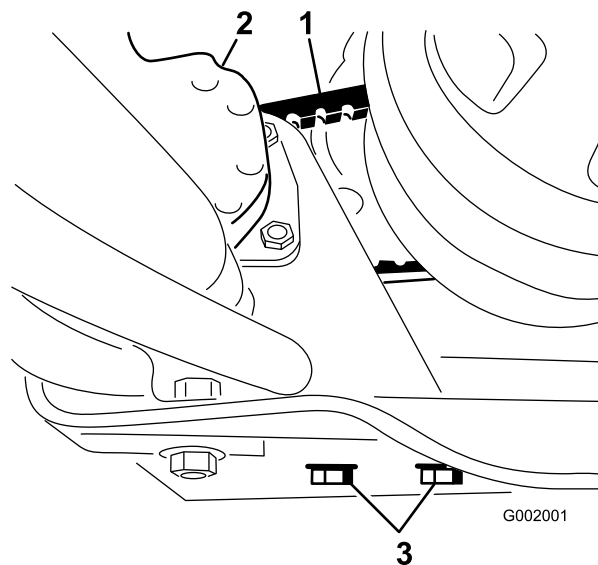

Figura 67
2. Allentate i bulloni di fissaggio della pompa dello sterzo (Figura 67).